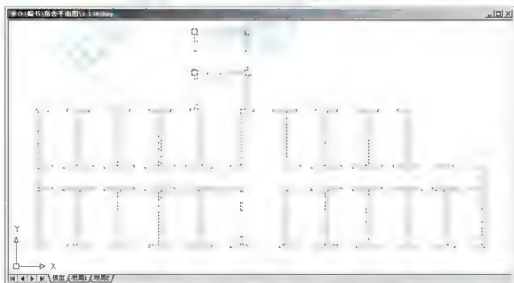

图 2.139 选择屏幕上所有显示的图形对象
② 执行菜单栏中的【修改】|【对象】|【多段线】命令,或在命令行输入“PE”并按Enter键,启动编辑多段线命令。
③ 在选择多段线或【多条(M)】:提示下,输入“M”后按Enter键,表示一次要编辑多条多段线。
④ 在选择对象:提示下,输入“ALL”后按Enter键,表示选择屏幕上所有显示的图形对象作为多段线编辑命令的编辑对象,结果屏幕上显示的所有图形变虚,如图2.139所示。
⑤ 在选择对象:提示下,按Enter键进入下一步命令。
⑥ 在是否将直线和圆弧转换为多段线? [是(Y)/否(N)]? <Y>:提示下,按Enter键,执行尖括号内的默认值“Y”(Yes),表示将所有选中的对象转化为多段线。
⑦ 在输入选项[闭合(C)/合并(J)/宽度(W)/编辑顶点(E)/拟合(F)/样条曲线(S)/非曲线化(D)/线型生成(L)/放弃(U)]:提示下,输入“J”后按Enter键,表示要启动【合并】子命令。这样,便将第④步全选的对象中所有首尾相连的对象连接在一起。
⑧ 在输入模糊距离或[合并类型(J)]<0.0000>:提示下,按Enter键,表示执行尖括号内默认的模糊距离“0.0000”。